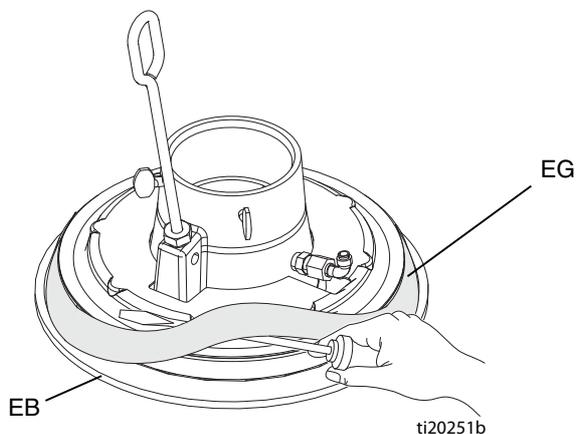

Рис. 12: Надевание прокладки
2. Вручную приподнимите один край прокладки (EG) и снимите ее с опорной емкости, стягивая ее вниз через фланец. См. Рис. 12.
3. Сохраните прокладку (EG), так как она понадобится для других случаев.
1. Проследите за тем, чтобы больший диаметр прокладки (EG) был направлен **вниз**. Вручную установите прокладку (EG) на опору, целиком над фланцем опорной емкости. См. Рис. 12.